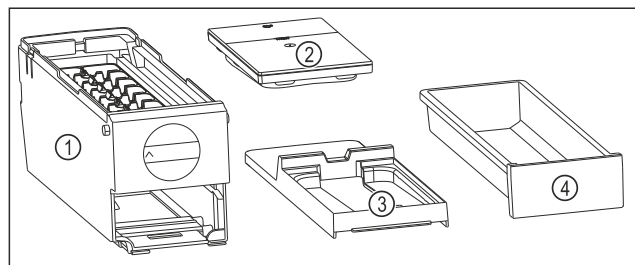

Fig. 112 Součásti EasyTwist-Ice
- EasyTwist-Ice je rozebrán na čtyři části. (viz Fig. 112)
- EasyTwist-Ice rozebírejte pouze na zobrazené součásti. (viz Fig. 112)
- Korpus EasyTwist-Ice Fig. 112 (1) vyčistěte jako celek.